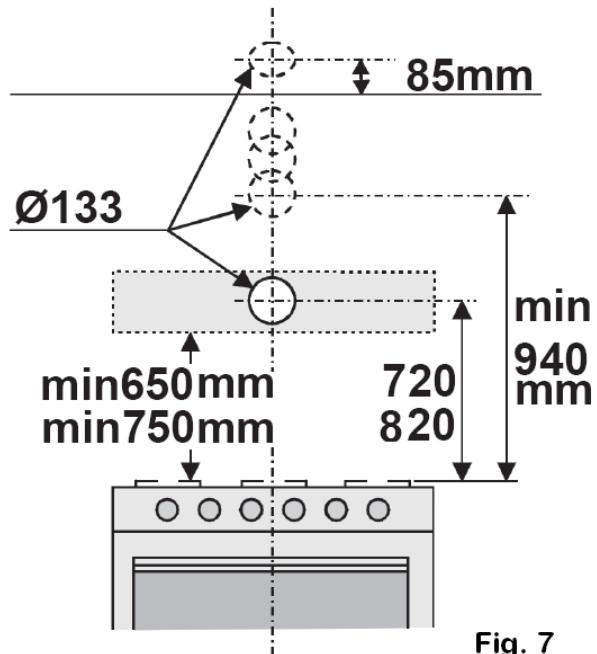

Fig. 7
- 1) Faites un trou de 133 mm de diamètre pour l'évacuation de l'air en vous reportant au schéma ci-dessous (Fig. 7) :